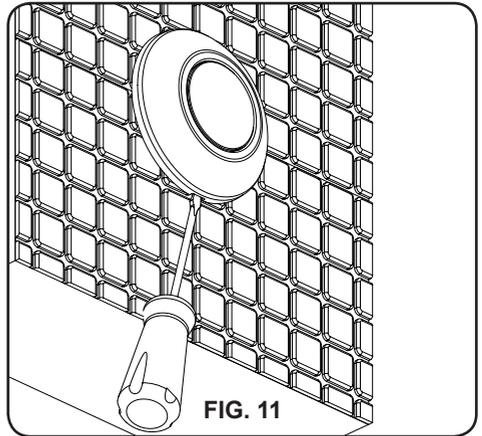

FIG. 11
1. Retirar o embelezador com a ajuda de uma chave de parafusos para fazer alavanca (Fig. 11).